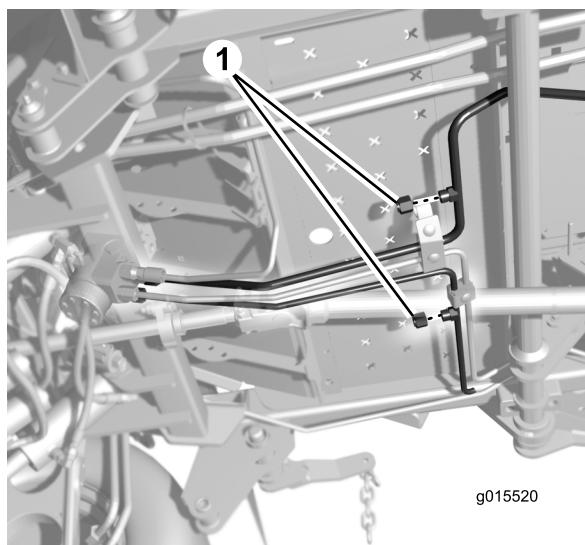

図 8
1. 油圧チューブのキャップの下にオイル受けを置く図 8。
2. 油圧チューブマシンのキャップを外す図 8。大量のオイルが流れ出てしまわないように、チューブのキャップは、取り付けるときに外すこと。